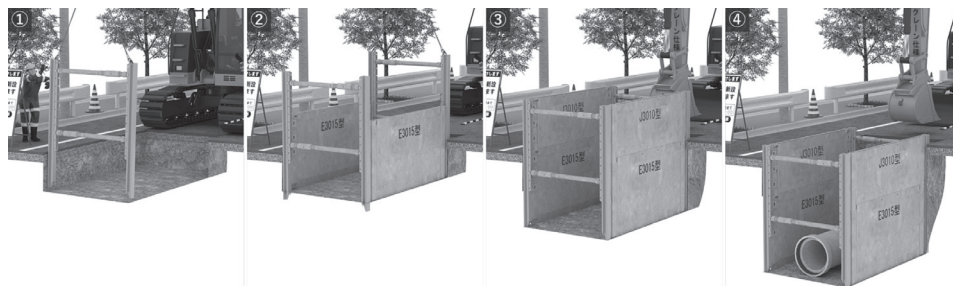
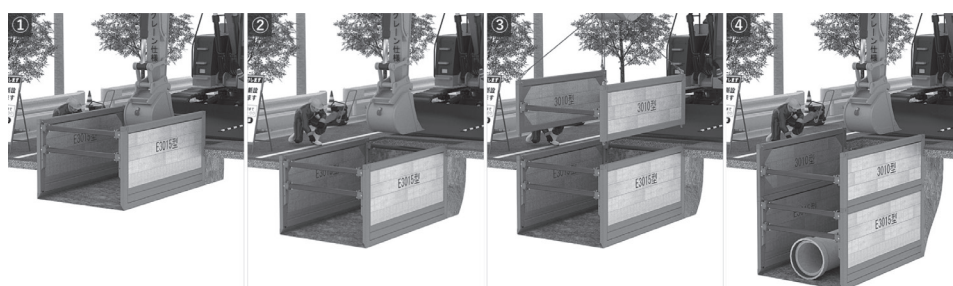

図2 スライドレール方式建て込み簡易土止め 設置手順
図3 縦梁プレート方式建て込み簡易土止め 設置手順
(1) スライドレール方式 (図2)
①予掘りした掘削溝に切梁を取り付けたスライドレールを建て込みます。②建て込んだスライドレールの左右の溝にそれぞれ土止めパネルを差し込みます。反対側にもう一つのスライドレールを取り付けて箱状にします。③パネル土止め内部を掘削してパネル土止めとスライドレールを押し込み、現地盤まで押し込んだら、その上に新たなパネル土止めを取り付けます。④掘削と押し込みを繰り返し、所定の深さに土止めパネルを設置します。
(2) 縦梁プレート方式 (図3)
①予掘りした掘削溝にあらかじめ切梁を取り付けて箱状になった縦梁プレートを建て込みます。②縦梁プレートの内部を掘削し、前後左右を均等に押し込みます。③縦梁プレートを現地盤まで押し込んだら、その上に新たな縦梁プレートを取り付けます。④掘削と押し込みを繰り返し、所定の深さに縦梁プレートを設置します。